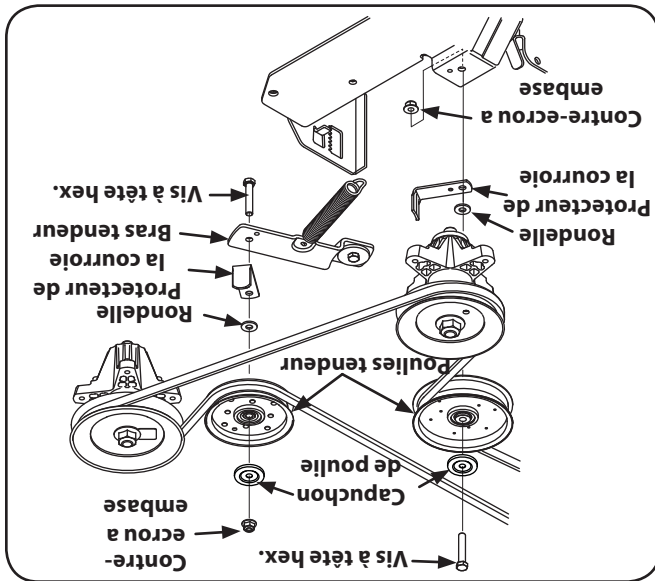

Figure 7-9
3. Démontez les deux poulies de tension en enlevant les vis hex. et les contre-écrous à bride qui les maintiennent sur le plateau de coupe et le bras de tension. Voir la Figure 7-9. Faites attention de ne pas perdre la boulonnerie en retirant la vis hex. et le contre-écrou à bride.